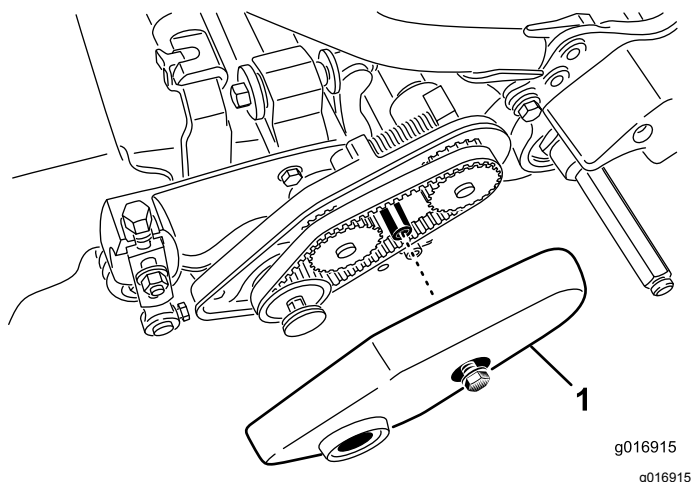

Figura 19
2. Solte o parafuso flangeado que fixa cobertura da correia e retire a cobertura da correia para expor a correia (Figura 19).